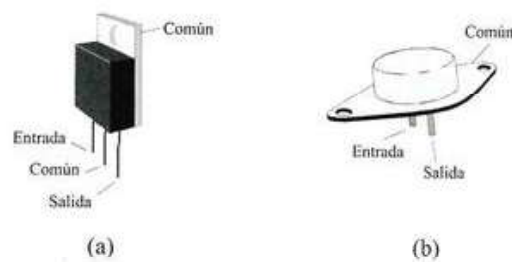

Figura 13.19. Encapsulados de reguladores integrados. (a) TO-220AB, (b) TO-3.
- En metal, con la cápsula tipo TO-3 [Figura 13.19(b)].
- En plástico, con la cápsula tipo TO-220AB [Figura 13.19(a)].